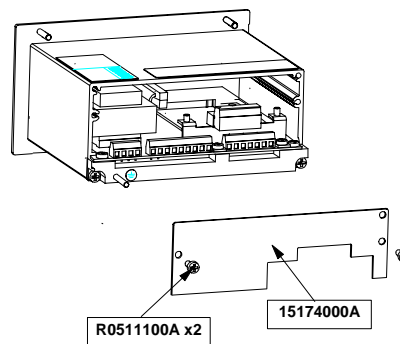

Figura 7-4 Instalación en el gabinete de montaje en panel
12. Conecte el nuevo panel posterior (15174000A) al gabinete usando los dos tornillos (R0511100A) retirados en el paso 2. Ver la Figura 7-4.